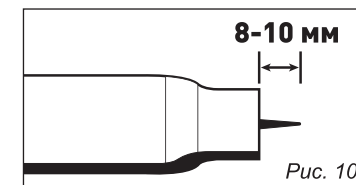

Рис. 10
- Рекомендуемый вылет электрода от сопла 8–10 мм (рис. 10) или см. в руководстве к горелке.